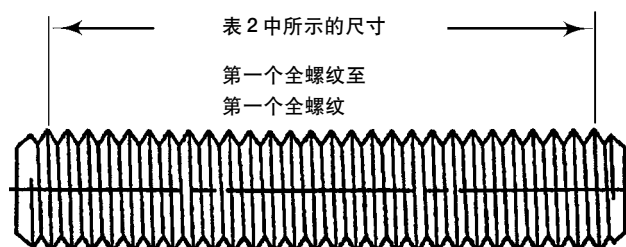

图 2. 密封保护端所用的法兰柱头螺栓长度
2. V150 型和 V300 型阀门密封保护环端柱头螺栓的长度，见表 2 和图 2。用特殊的 Never-Seez 镍基或者相当的润滑剂对螺栓进行润滑。